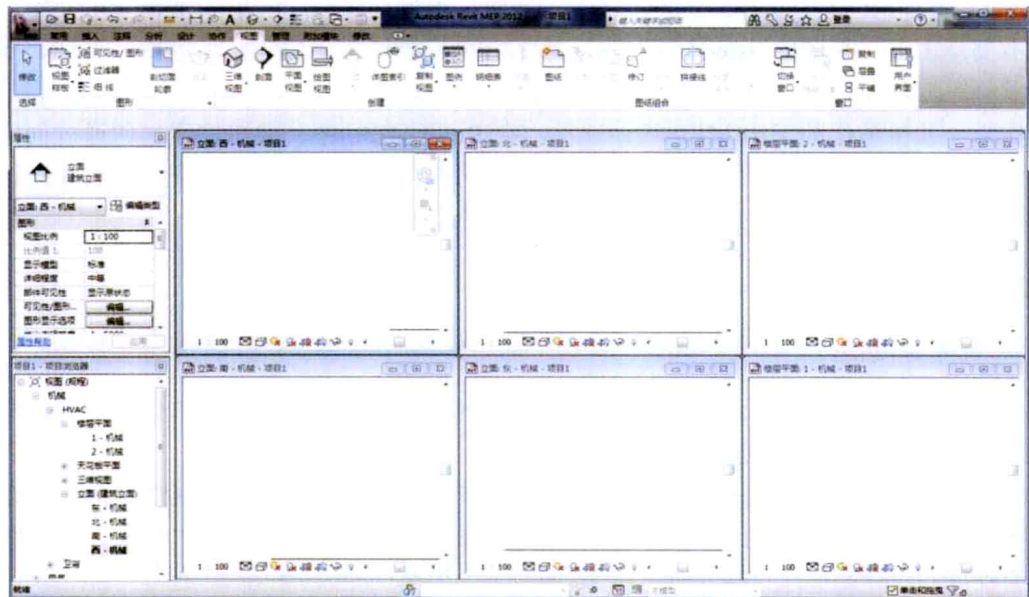

图 1-14
- **平铺：**使当前打开的所有窗口平铺在绘图区域，如图 1-14 所示。